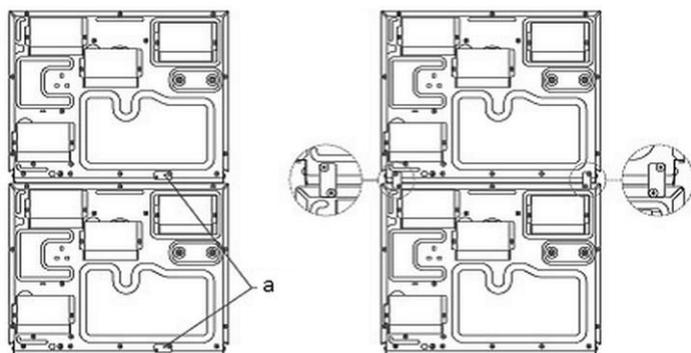

Fig. 3
1. Placer un micro-ondes sur l'autre et retirer de chacun la plaque de connexion (a, fig. 3) fixée à l'arrière des deux micro-ondes, dans l'angle droit.
2. Sécuriser à l'aide de quatre vis et de la plaque de connexion (1) les micro-ondes du bas et du haut.